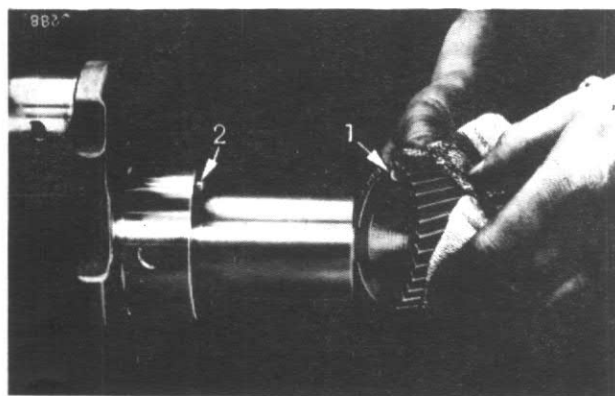

Figure 102
Engagez le pignon sur l'arbre en orientant le côté chanfreiné vers le tourillon et en veillant à engager la goupille élastique (2) dans la fente de calage (1) fig. 102.